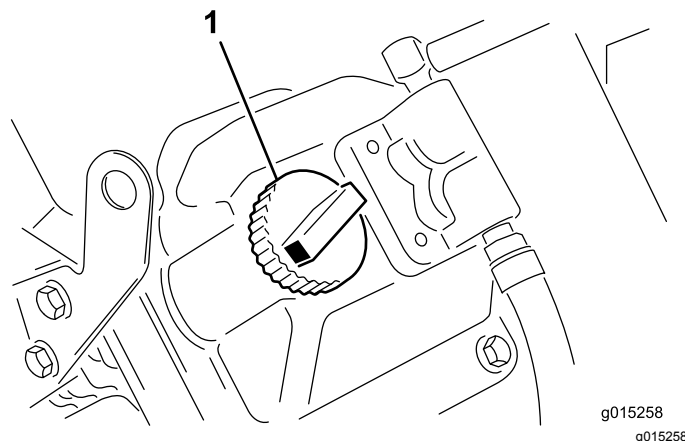

Figura 9
5. Si el nivel de aceite está por debajo de la marca Lleno, retire el tapón de llenado y añada aceite hasta que el nivel llegue a la marca Lleno de la varilla (Figura 9).